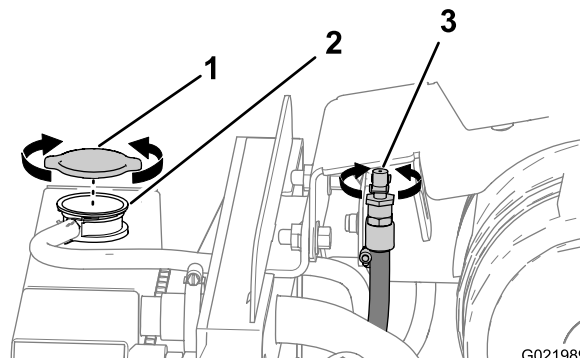
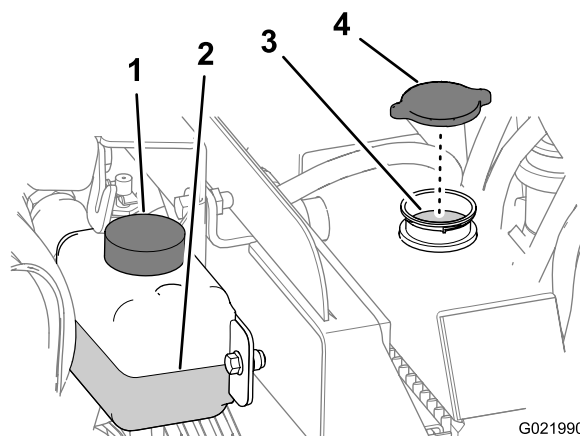

Рисунок 79
Рисунок 80
4. Откройте вентиляционный клапан двигателя (Рисунок 79).
5. Снимите крышку с горловины заливного отверстия радиатора и проверьте уровень охлаждающей жидкости (Рисунок 79 и Рисунок 80),
6. Если уровень охлаждающей жидкости низкий, добавьте охлаждающую жидкость до низа заливной горловины (Рисунок 80).
2. Снимите крышку радиатора (Рисунок 79 и Рисунок 80).
- B. Откройте вентиляционный клапан (Рисунок 79).
- A. Откройте вентиляционный клапан (Рисунок 79).
1. Снимите крышку радиатора (Рисунок 79 и Рисунок 80).
- Откройте вентиляционный клапан (Рисунок 79).